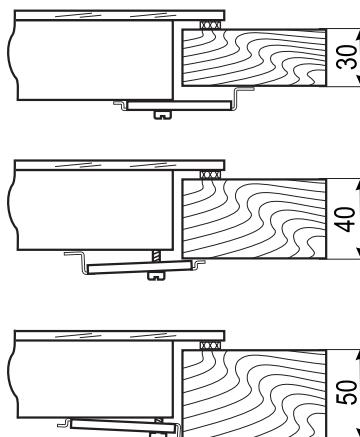

Рис.5
4. Аккуратно вставить варочную панель в проем и в зависимости от толщины столешницы (рис. 5) закрепить панель при помощи 2-х кронштейнов.